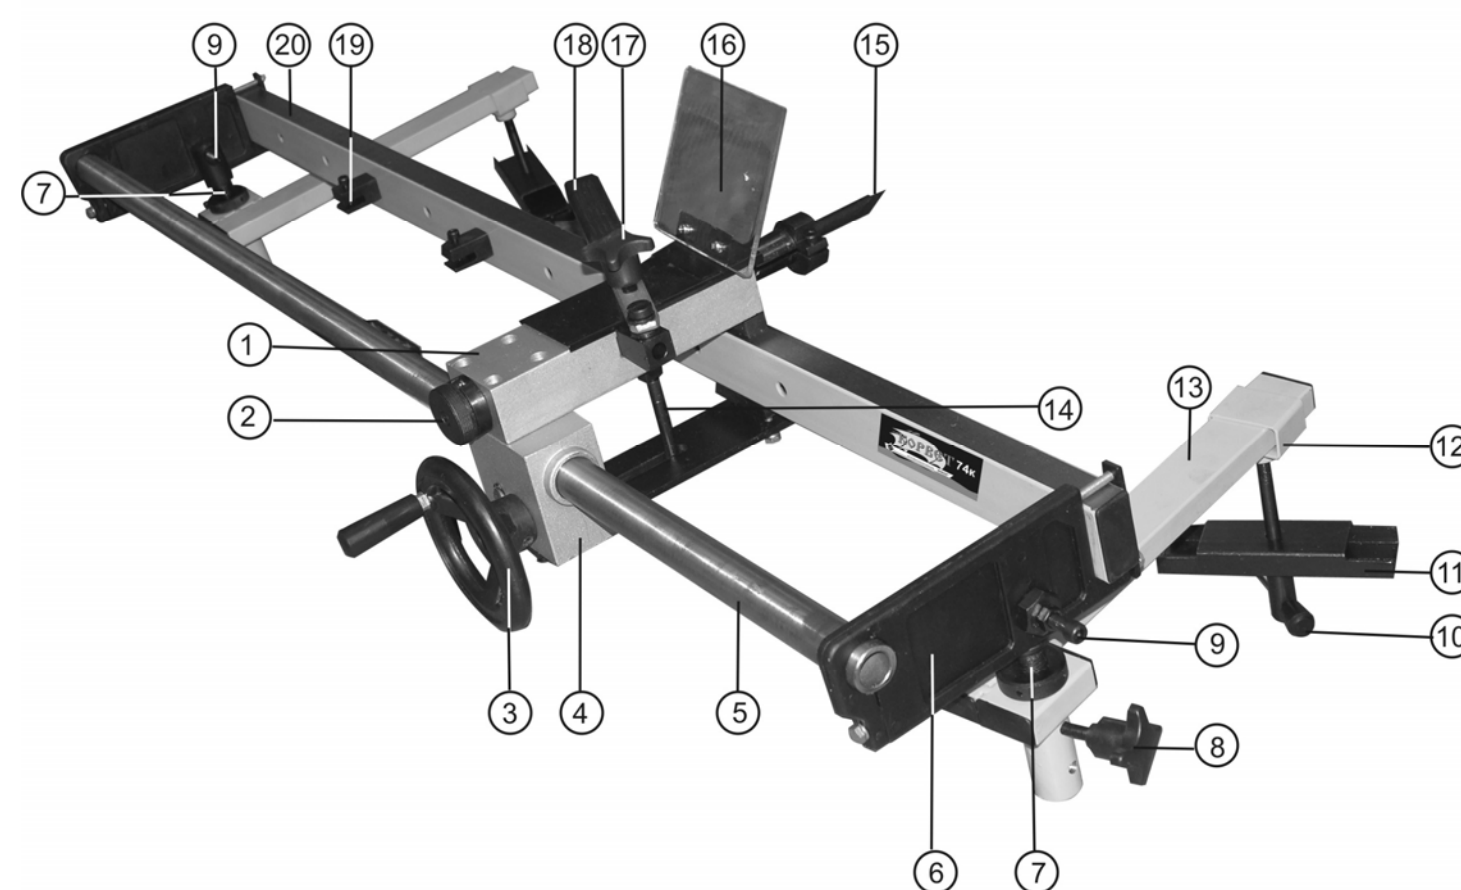

Рис.2
5.1. Элементы приспособления показаны на Рис.2.
6. СБОРКА (Рис.2)
6.1.7. Установите защитный экран (16) с помощью двух винтов с пружинными шайбами на каретку (1) приспособления.
7. РЕГУЛИРОВКА (Рис.2)